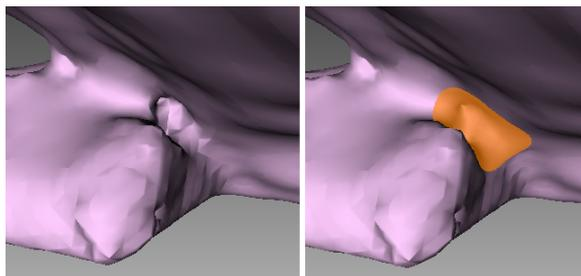

Abbildung 87: Vor dem Glätten (links) und Glätten eines mangelhaft aufgenommenen Bereiches (rechts).
6. **LMB** gedrückt halten und den Flächen-Bereich überstreichen, der geglättet werden soll. Das Werkzeug glättet die betroffenen Bereiche (siehe Abb. 87, rechts).